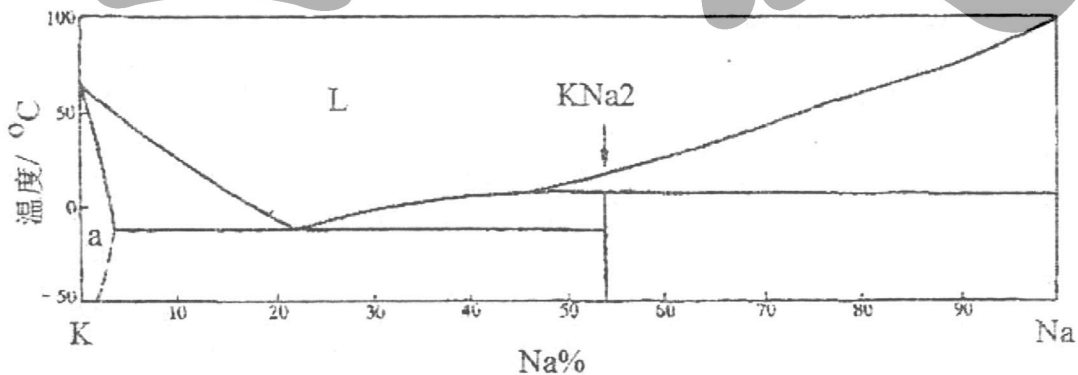

图1 K-Na 相图
2.标识相图(图1)中的空白相区，写出发生在水平线上的转变式及类型